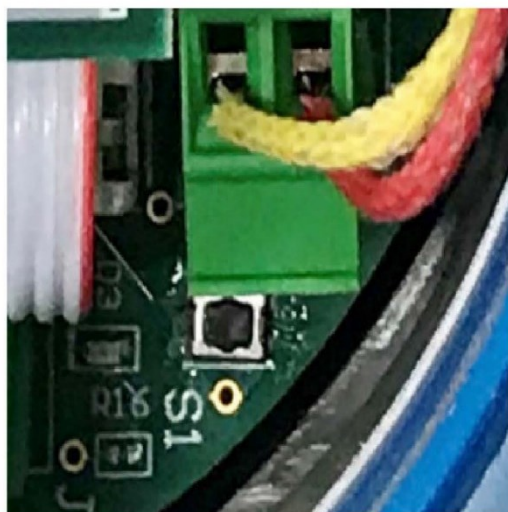

Рис. 4
- м. Кнопка задания температуры (только с дополнительным индикатором): кнопка располагается на плате управления. См. рис. 4. При нажатии кнопки на дисплее отображается заданная температура нагревателя.